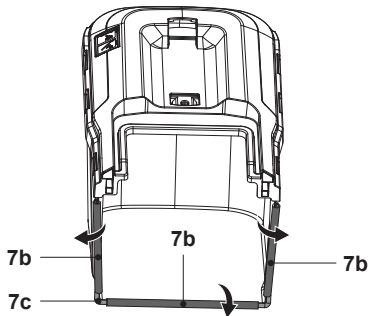

Fig. 5
1. Attacher les trois clips en caoutchouc (7b) sur la tige de support (7c) du bac de ramassage (7) (Fig. 5).